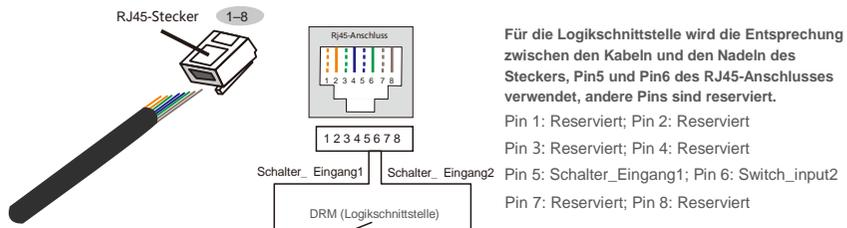

Abbildung 5.31 Abisolieren der Isolationschicht und Anschluss an RJ45-Stecker
2. Verwenden Sie den Netzwerk-Abisolierer, um die Isolierschicht des Kommunikationskabels zu entfernen. Schließen Sie das Kabel gemäß der Standardleitungsbelegung in Abbildung 5.31 an den RJ45-Stecker an und verwenden Sie dann ein Crimpwerkzeug für Netzkabel, um es zu befestigen.